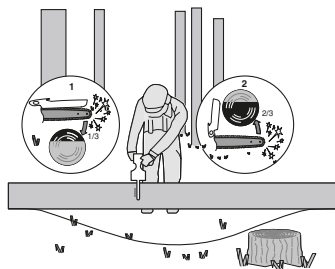

Figura 4
Quando il tronco è supportato da entrambe le estremità, come illustrato nella Figura 4, tagliare 1/3 del diametro dall'alto (soprataglio) (1); Quindi praticare il taglio finale tagliando i 2/3 inferiori per incontrare (2) il primo taglio.